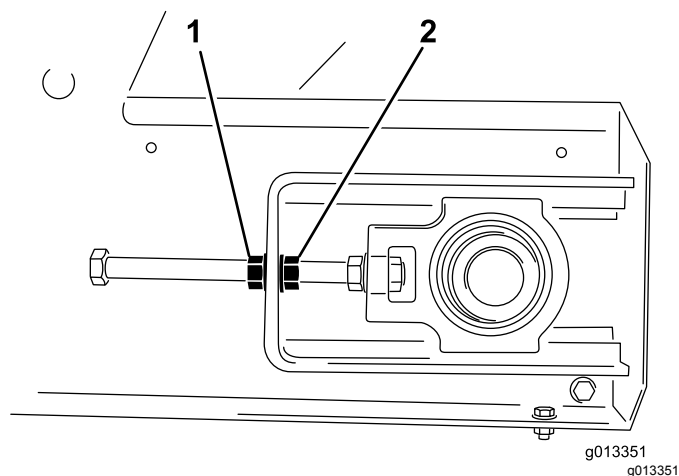

Рисунок 55
4. С помощью 2 гаечных ключей неподвижно удерживайте конец натяжного стержня, а затем ослабьте контргайку, расположенную ближе к концу стержня (Рисунок 55).
3. Со стороны, в которую смещается лента транспортера, неподвижно удерживайте конец натяжного стержня, затем ослабьте контргайку и затяните регулировочную гайку, повернув ее на две плоские грани (Рисунок 55).